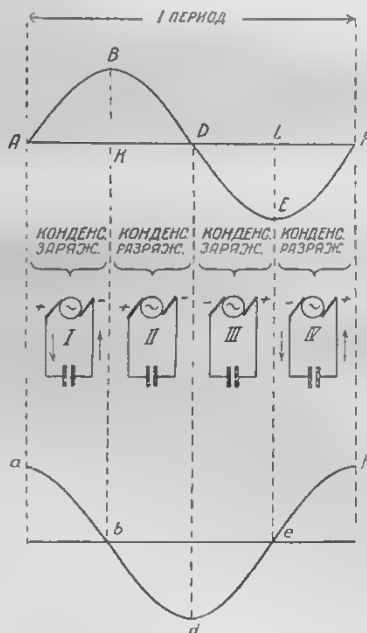

Рис. 5.*
тем самым, что конденсатор „проводит“ электрический переменный ток. Такой опыт с постоянным током, конечно, не удался бы. Неполный накал лампы укажет, что конденсатор, проводя переменный ток, представляет собою все-таки некоторое сопротивление. Разберемся теперь в сделанном наблюдении, т.е. попытаемся ответить на вопрос, почему конденсатор, представляя собою непреодолимое сопротивление для постоянного тока, „проводит“ переменный ток. На рис. 5 дана кривая $ABDEF$, показывающая изменение разности потенциалов на клеммах машины переменного тока в течение одного периода. Схемы I, II, III и IV на этом рис. изображают роль конденсатора, замыкающую на источник переменного тока. В первую четверть периода на клеммах машины разность потенциалов постепенно возрастает (отрезок AB) и, следовательно, в течение этого времени конденсатор будет заряжаться, стремясь иметь на своих клеммах такое напряжение, как и у машины (схема I). Во вторую четверть периода напряжение у машины уменьшается (отрезок BD) и конденсатор начинает разряжаться, отдавая обратно накопленную энергию (схема II). Очевидно, что в третью и четвертую четверти периода конденсатор сначала заряжается (схема III), но в противоположном направлении, по сравнению со схемой I и затем разряжается (схема IV). Таким образом, в проводниках, соединяющих генератор и конденсатор, будет течь непрерывно электрический ток не потому, что конденсатор проводит, а по той причине, что конденсатор автоматически подвергается непрерывно следующим одна за другой зарядкам и разрядам. Следовательно, правильно говорить: ток течет благодаря конденсатору. Для упрощения обыкновенно пользуются заведомо неправильной терминологией: ток течет через конденсатор, конденатор проводит, сопротивление конденсатора и т. п. Интересно отметить то обстоятельство, что изучение схем I, II, III и IV показывает, что ток, те-
эта „скорость изменения“ постепенно убывает, по мере приближения к моментам K и L и в эти последние моменты в продолжение очень короткого времени электродвижущую силу можно считать постоянной. Таким образом, если построить график изменения тока, заряжающего и разряжающего конденсатор, то получим кривую $abdef$, изображенную на том же рис. 5 (внизу).
* На схемах II и III рис. 5 пропущены стрелки, направление которых обратно направлению стрелок на схеме I и IV.